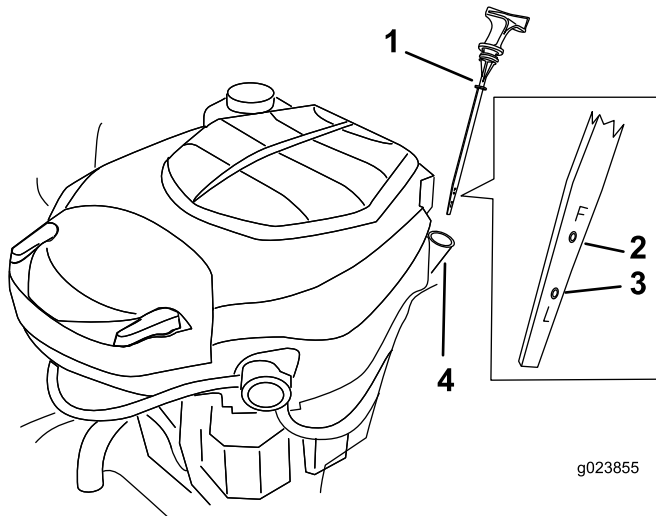

Figure 29
4. Sortez la jauge d'huile et essuyez-la sur un chiffon (Figure 29).
6. Ressortez la jauge et vérifiez le niveau d'huile (Figure 29).
8. Enlevez le bouchon de remplissage-jauge (Figure 29).
18. Versez avec précaution environ 80 % de la quantité d'huile spécifiée dans le goulot de remplissage (Figure 29).
19. Remettez le bouchon de remplissage-jauge en place (Figure 29).
20. Contrôlez le niveau d'huile (Figure 29).
21. Faites l'appoint d'huile avec précaution pour faire monter le niveau au repère maximum (F).
22. Remettez le bouchon de remplissage-jauge en place (Figure 29).